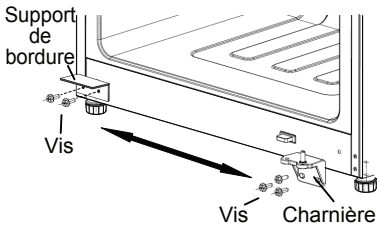

Figure 6
6. Retirer les trois vis qui maintiennent la charnière inférieure de l'armoire. Enlever le support de l'angle inférieur gauche et le transférer dans les trous d'où la charnière inférieure vient d'être retirée. (Voir Figure 6.)